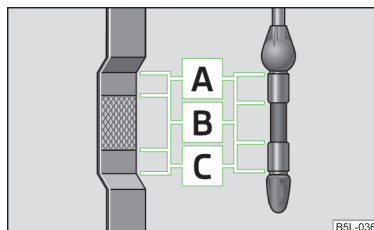

Abb. 127
- Liegt der Ölstand oberhalb des Bereichs  » Abb. 127 auf Seite 170,  nicht weiterfahren! Den Motor abstellen und die Hilfe eines Fachbetriebs in Anspruch nehmen.
Der Ölmesstab zeigt den Motorölstand an » Abb. 127.
- Der Ölstand darf keinesfalls oberhalb des Bereichs **A** » *Abb. 127* liegen - es besteht die Beschädigungsgefahr der Abgasanlage!